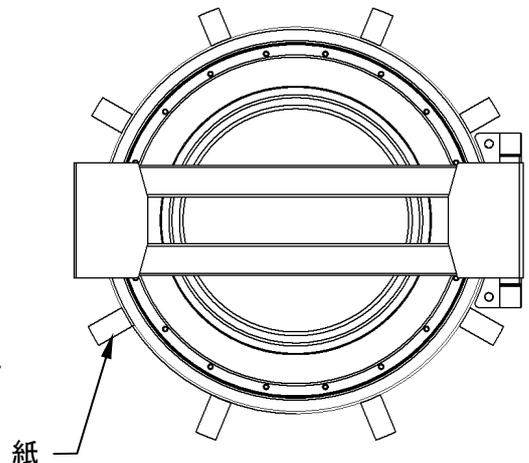
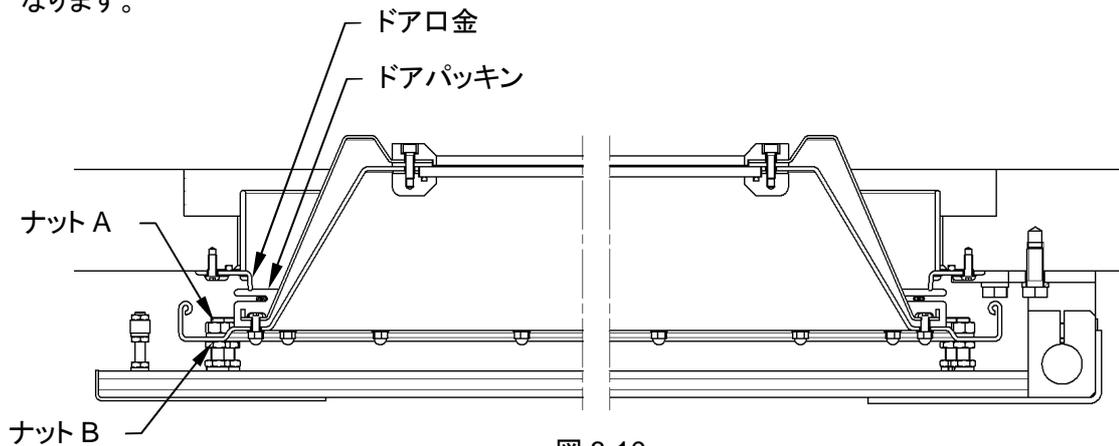
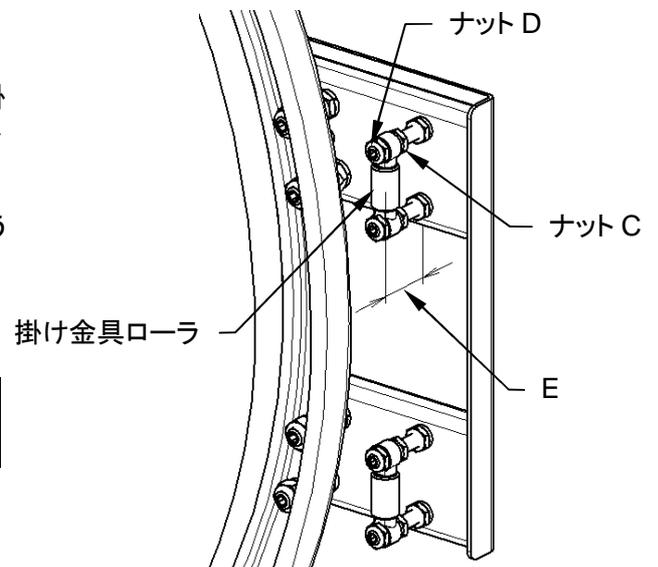

図 8-9
図 8-10
図 8-11
8. 3.6 ドアパッキン調整(図 8-9 図 8-10 図 8-11)
- ・紙を(図 8-9)の様に水分を十分拭き取られたドアパッキンとドア口金の間に挟みドアを閉めます。
<ドア側の調整>(図 8-10)
<ドアロック側の調整>(図 8-11)